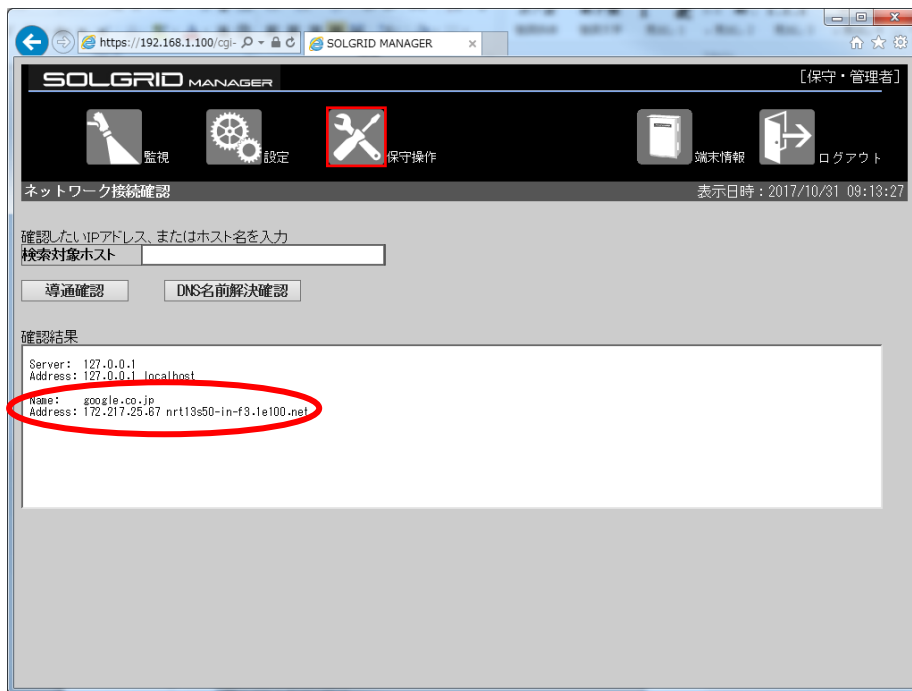

図 3.7-49 DNS 名前解決結果・正常時
④「確認結果」にコマンドの実行結果が表示されます。結果の確認方法の詳細は図 3.7-49 を参照してください。
正常な場合は図 3.7-49 に示すように下段に入力したホスト名とそのホストの IP アドレスが表示されます。表示された IP アドレスが、設定されたものと違う場合は、ネットワーク管理者に相談してください。